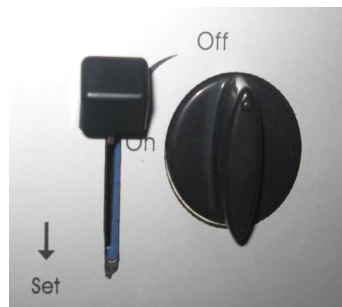

图 1
1. 将机箱左上方的气瓶安装架的气体旋钮开关旋回到“OFF”的位置，保险拉杆向上（如图 1 所示）然后将气瓶装（如图 3）入机箱内左下角气瓶专用卡槽内气瓶的缺口朝上。压下保险拉杆，并向左旋转气体旋钮开关至“On”的位置（如图 2 所示）：